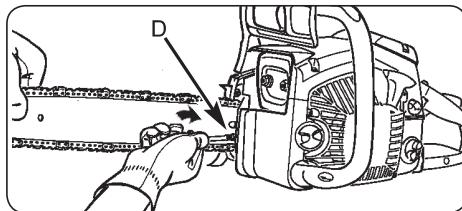

Рис. 4B
1. Держите верхушку шины повернутой кверху и вращайте регулирующий винт (D) по ходу часовой стрелки, чтобы увеличить натяжение цепи. Вращение винта (D) против хода часовой стрелки уменьшает натяжение цепи. Убедитесь в том, что цепь расположена по всей периферии шины (Рис. 4B).